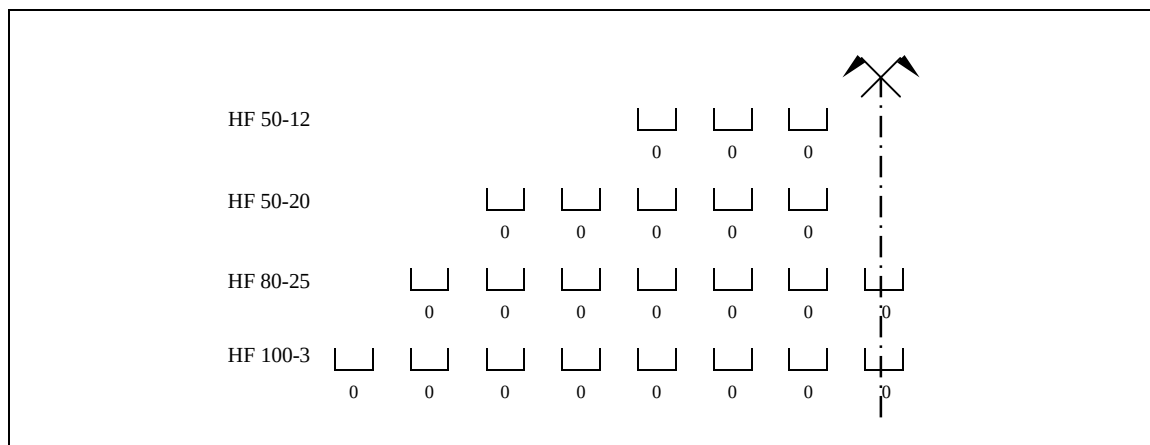

Abb. 10-39 Einstellung der Standard-Zwischenstücke
- Durch Ablesen der Kurvenwerte (Abb. 10-39). Dabei handelt es sich um durchschnittliche Einstellwerte in Übereinstimmung mit Ihrem Maschinentyp.